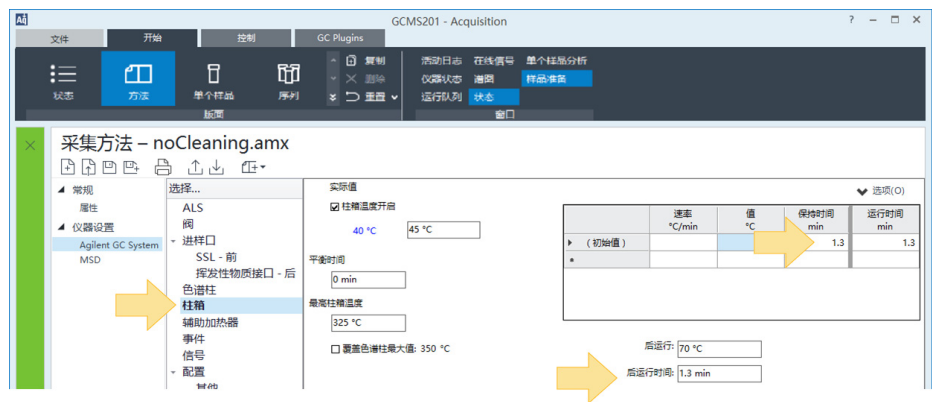

图 13 保持时间和后运行时间设置
- 5 选择**仪器设置 > GC > 柱箱**, 并修改**保持时间**和**后运行时间**, 使其与 MSD 智氢洁离子源清洁窗口中的一致 (图 13 (第 29 页) 中的示例为 1.3 分钟)。